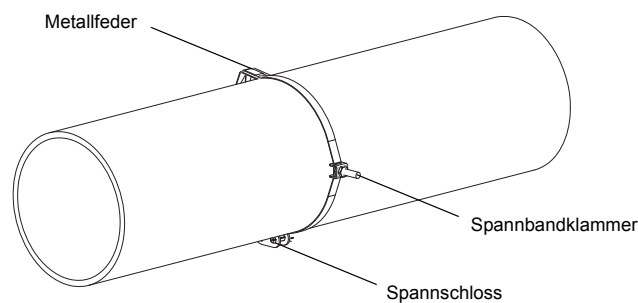

Abb. 9.10: Spannband mit Spannbandklammer und Metallfeder am Rohr
Es wird ein Spannband am Rohr befestigt (siehe Abb. 9.10). Die Montage eines zweiten Spannbands erfolgt zu einem späteren Zeitpunkt.
- Positionieren Sie Spannschloss, und Spannbandklammer am Rohr (siehe Abb. 9.10). Die Spannbandklammer bei waagerechten Rohren seitlich am Rohr montieren, falls möglich.
- Positionieren Sie Spannschloss, Metallfeder und Spannbandklammer am Rohr (siehe Abb. 9.10):
- Positionieren Sie Spannschloss, Metallfeder (falls erforderlich) und Spannbandklammer am Rohr (siehe Abb. 9.10):